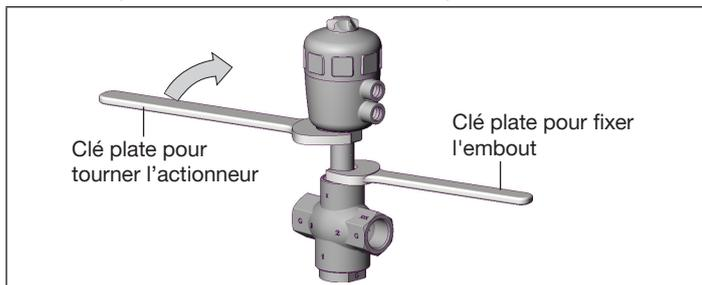

Fig. 9 : Tourner avec une clé plate
- Positionner une clé plate appropriée sur le six pans de l'actionneur (voir « Fig. 9 »).
- ▶ Tournez l'actionneur uniquement dans le sens prescrit (voir « Fig. 9 »).